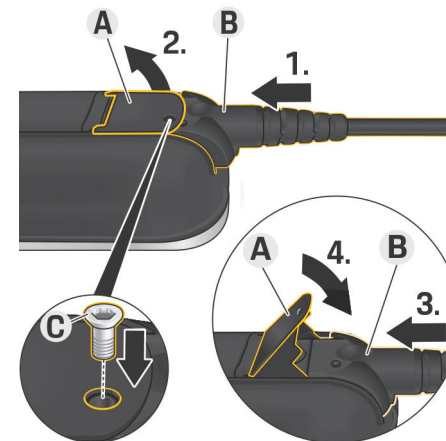

Fig. 126 Ligar cabos e fixar fichas
- ✓ A alavanca **A** (Fig. 126) está fechada.
1. Introduza a ficha **B** (Fig. 126) na unidade de comando até sentir resistência.
2. Levante alavanca **A** (Fig. 126).
3. Empurre a ficha **B** (Fig. 126) completamente para dentro.
4. Feche a alavanca **A** (Fig. 126).
5. Fixe a ficha **B** (Fig. 126) na unidade de comando utilizando o parafuso **C** (Fig. 126).